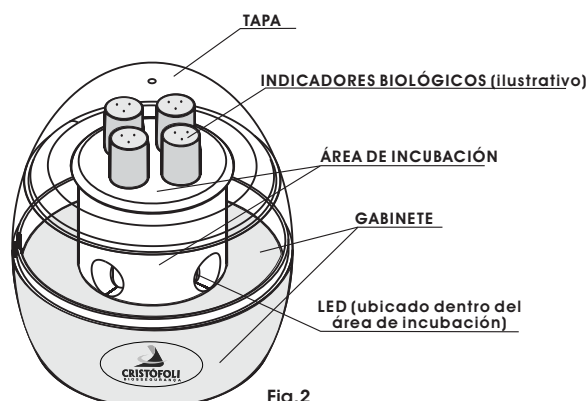

Fig.2
- 1► **TAPA DE ÁREA DE INCUBACIÓN** - Cierre el área de incubación durante el funcionamiento, ayuda a mantener la temperatura estable y protege el operador de quemaduras accidentales (Fig. 2).
- **GABINETE** - Cuerpo principal hecho en plástico ABS inyectado en color blanco en la parte interior y transparente en el área superior (Fig. 2).
- **TAPA** - Tiene la función de cerrar el área de instalación durante el funcionamiento y mantener la temperatura estable (Fig. 2)
- **ÁREA DE INCUBACIÓN** - Fijada al aparato, es donde los indicadores son insertados para la incubación. Posee capacidad para cuatro indicadores biológicos, (Fig. 2).
- **LED** - Enseña cuando la Mini-incubadora está conectada y sirve también para la iluminación del área de incubación, posibilitando la visualización del resultado, (Fig. 2).